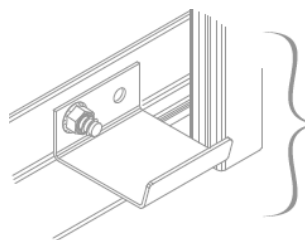

FIGURA 11
- Instalar o miniganchos limitador em cada extremidade dentro da barra inferior usando os parafusos franceses $\frac{1}{4}$ -20 x $\frac{1}{2}$ " com porcas existentes. **Ver Figura 11.**